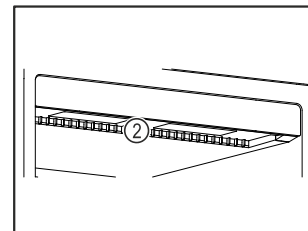

Fig. 10
- ❑ Ne pas obstruer les fentes d'aération Fig. 10 (2) du ventilateur de circulation d'air à l'intérieur de l'appareil.